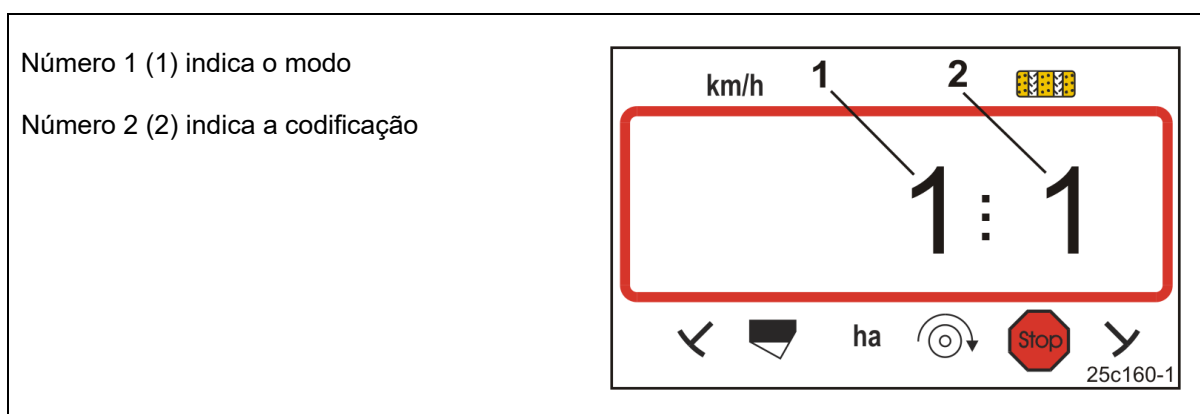

Fig. 14
O terminal de comando necessita a introdução dos dados da máquina de forma codificada (consulte Fig. 14).
- Abra o modo 1 (consulte Fig. 14).